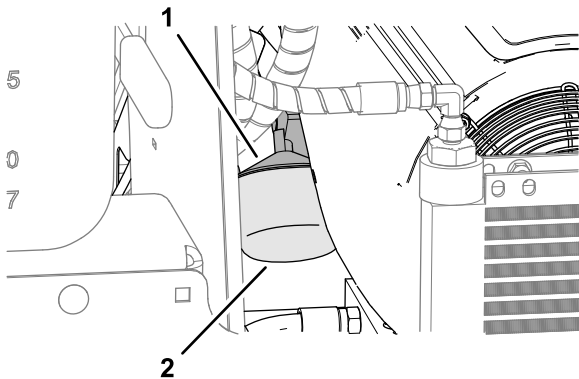

Figure 73
2. Déposez le filtre à huile du moteur (Figure 73).
3. Vissez le filtre à huile neuf sur l'adaptateur du moteur (Figure 73) jusqu'à ce que le joint touche l'adaptateur, puis serrez encore le filtre de 1/2 à 3/4 de tour.